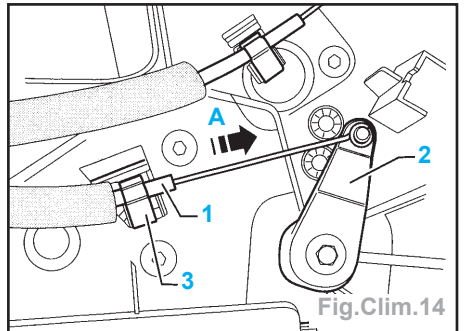

Fig.Clim.14
- Fixer l'extrémité du câble d'actionnement (1) au levier du volet de température (2) (Fig.Clim.14).
- Régler le câble d'actionnement (voir Fig.Clim.14)